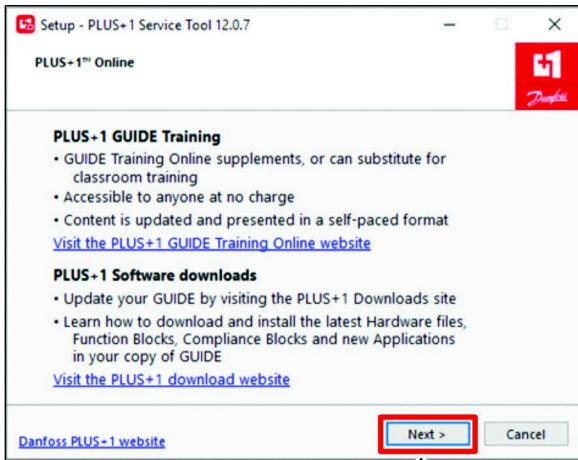

Figura 24
6. Na caixa de diálogo Plus+1 Online, clique em NEXT (seguinte) (Figura 24).